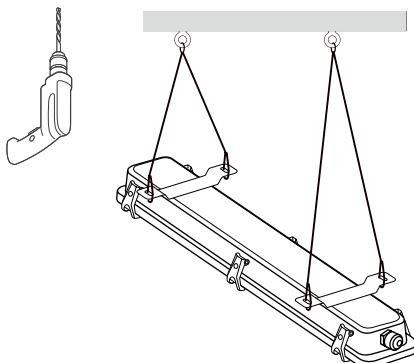

Рис. 2. Установка светильника подвесным способом
- Для подвесного монтажа (рис. 2) выберите место для установки светильника и выполните разметку отверстий под рым-болты согласно выбранным размерам светильника. Просверлите отверстия, вставьте в них анкера, вкрутите рым-болты до упора.